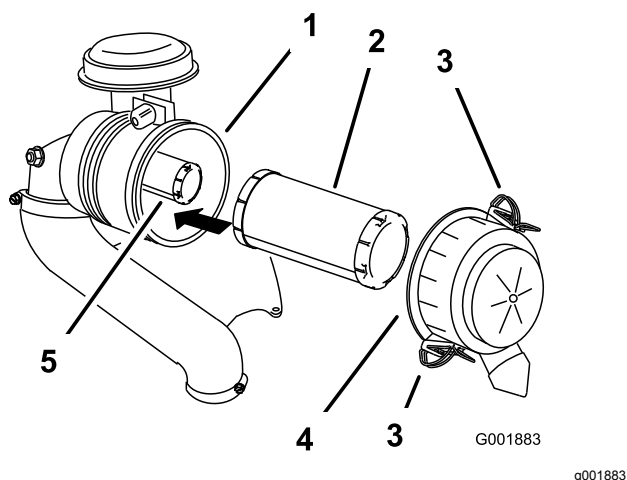

Figura 29
3. Solte as travas do filtro de ar e retire a tampa do corpo (Figura 29).
5. Com cuidado, retire o filtro primário do corpo do filtro de ar (Figura 29).
2. Ao substituir o filtro de segurança, encaixe-o com cuidado no corpo do filtro (Figura 29).
3. Cuidadosamente, encaixe o filtro primário sobre o filtro de segurança (Figura 29).
4. Instale a tampa do filtro de ar com o lado sinalizado **up** voltado para cima, e fixe as travas (Figura 29).